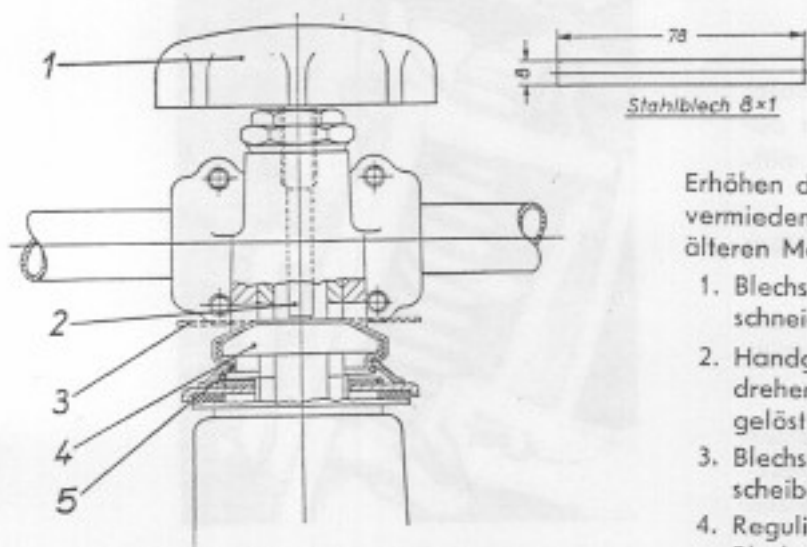

Bild 180. Keil für Lenkungsdämpfer sichern:
Bei den neuen Modellen ist das durch Erhöhen des Randes der Druckscheibe 5 (Bild 180) vermieden. Zur nachträglichen Sicherung bei den älteren Modellen:
3. Blechstreifen (3) zwischen Keil und Druckscheibe einschieben.
5. Blechstreifen (Bild 180) bis unter die Druckscheibe 5 umbiegen.